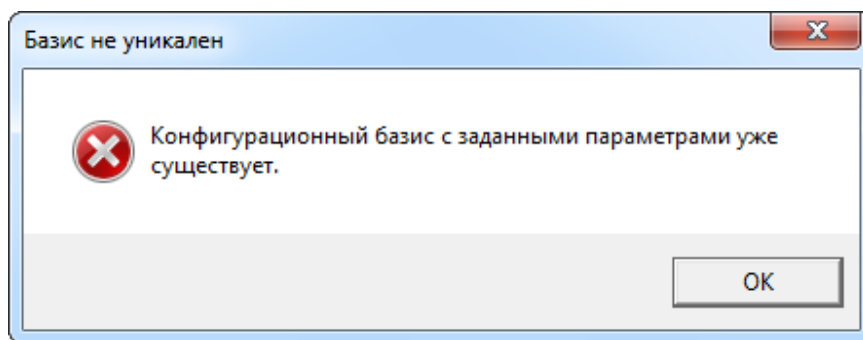

Рис. 10-171 – Сообщение об ошибке при создании конфигурационного базиса
2) Ввести «Код» и «Наименование» создаваемого конфигурационного базиса и нажать кнопку «ОК». В левом окне редактора появятся код и наименование конфигурационного базиса (рис. 10-171).